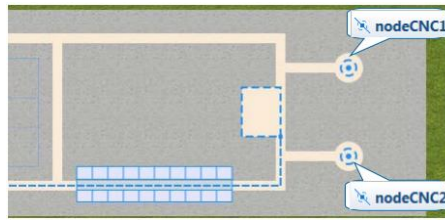

Рисунок 14.1 – Другий вузол *nodeCNC2*
2. Скопіюйте цей вузол, щоб позначити місце для другого верстата з ЧПК. *AnyLogic* назве другий вузол *nodeCNC2* (рис. 14.1).